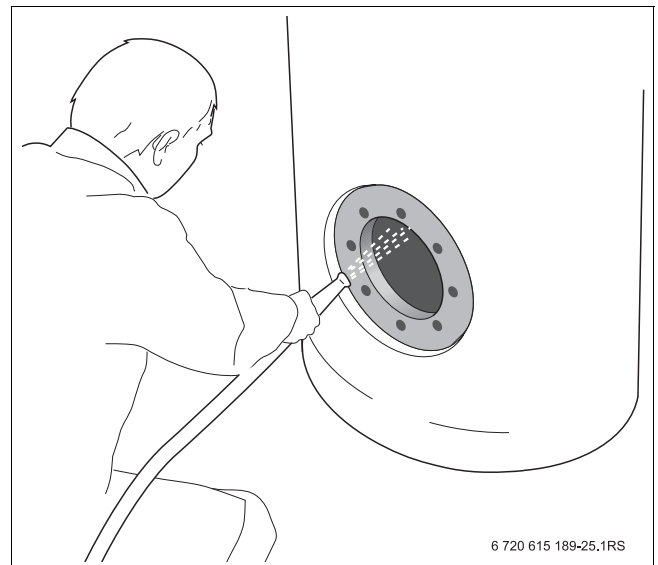

Fig. 20 Limpiar el acumulador de agua caliente
- ▶ Limpiar el interior del acumulador de agua caliente con un potente chorro de agua fría (aprox. 58 – 72,5 psi (4 – 5 bar) de sobrepresión) (→ fig. 20, pág. 51).